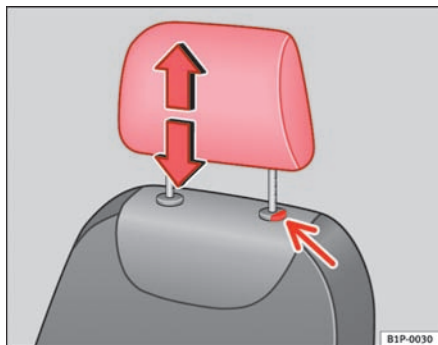

Fig. 91 Indstilling eller afmontering af hovedstøtte
- Tryk på knappen ⇒ fig. 91 (pil).